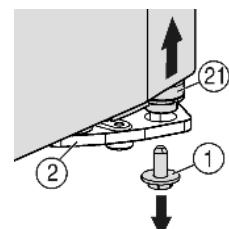
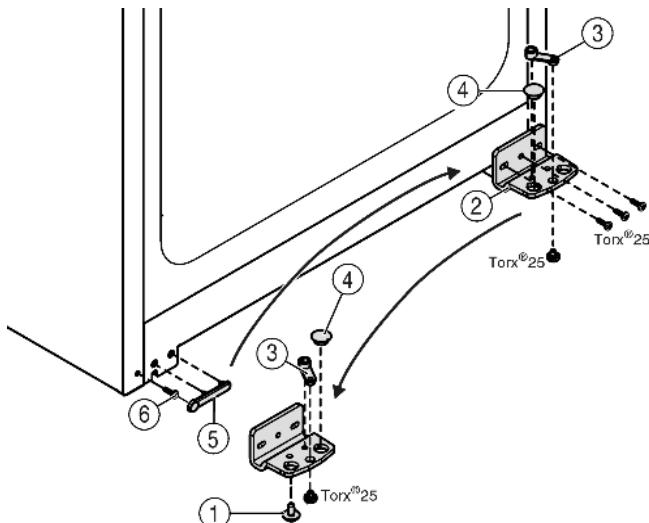

Fig. 5
Fig. 6
- Dolje desno u ležištu vrata odvignite i izvadite sigurnosni vijak Fig. 5 (1).
- Svornjak ležišta Fig. 5 (21) odvojiti će se od ležišta vrata Fig. 6 (2).
- Ako se svornjak ležišta Fig. 5 (21) ne odvoji, istisnite svornjak odozdo prema van.
- ▶ Odvignite vijke podloška ležaja Fig. 6 (2).
- ▶ Odvijte dio ležista Fig. 6 (3) i premjestite ga u nasuprotnu prihvatu rupu podloška ležaja, ponovo ga zavijte.
- ▶ Izvadite čepove Fig. 6 (4) iz podloška ležaja i premjestite ih u nasuprotnu prihvatu rupu podloška ležaja.
- ▶ Oprezno podignite pokrov Fig. 6 (5) na strani ručke.
- ▶ Odvijte vijak Fig. 6 (6) i ponovo ga umetnite na drugu stranu.
- ▶ Ponovo stavite poklopac Fig. 6 (5).
- ▶ Eventualno pomoću odvijača na baterije ponovo čvrsto pričvrstite vijcima podložak ležista Fig. 6 (2) na novoj strani šarke (**s 4 Nm**).
- ▶ Sigurnosni vijak Fig. 5 (1) uvrnute u svornjak ležista i čvrsto zategnjite (**s 4 Nm**).